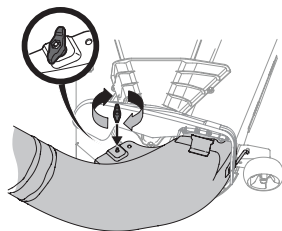

Figure 31
- Fixez le coude de la goulotte sur le plateau de coupe avec un écrou papillon (720-04122) du kit de quincaillerie (689-02200). Voir Figure 31.
- Fixez le coude de la goulotte sur le plateau de coupe avec l'écrou papillon (720-04122) fourni dans le kit de quincaillerie (689-02200). Voir Figure 31.